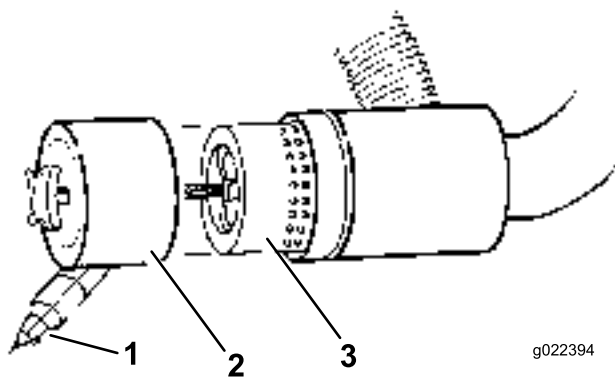

Bild 46
4. Nehmen Sie den Filter heraus und wechseln Sie ihn aus (Bild 46).